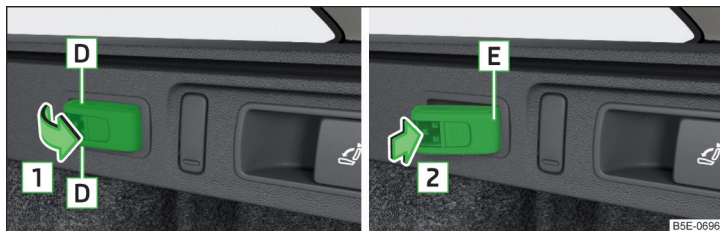

Fig. 139 Enlevez la lampe / remettre la lampe
- Pour le **retrait**, saisissez la lampe au niveau de la zone **D** et basculez-la dans le sens de la flèche **1** » fig. 139.
- **Insérer** d'abord la partie arrière **E** de la lampe dans le support » fig. 139, puis appuyer dans le sens de la flèche **2** jusqu'à ce qu'elle soit enfoncée de façon audible.